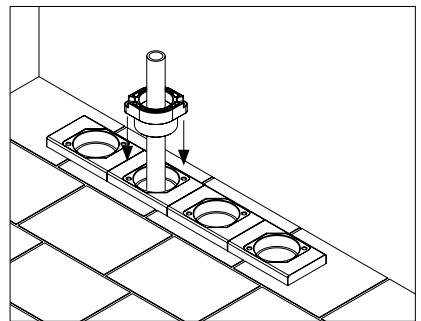

Abbildung 5.2: Einbausituation **KRASO® Bauherren-Komfortpaket - Boden** - mit Estrichaufsatz, **KRASO® BKP Dichteinsatz - Wasser** - und Rohrleitung
- Schieben Sie den **KRASO® BKP Dichteinsatz - Wasser** - mit der Gummidichtung voraus über die Rohrleitung bis in den Estrichaufsatz des **KRASO® Bauherren-Komfortpakets - Boden** -. Beachten Sie, dass die Schraublöcher am Dichteinsatz und die Kernlöcher am Estrichaufsatz übereinander liegen (s. Abbildung 5.2).